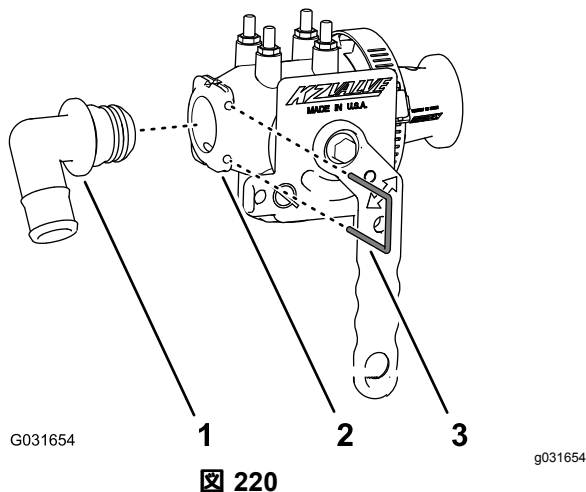

図 220
1. バープ付き 90° フィルタToro P/N 131-3727を、液剤シャットオフバルブToro P/N 130-7324に対して 図 220のように整列させ、バープ付きフィッティングをバルブの奥まで完全に挿入する。